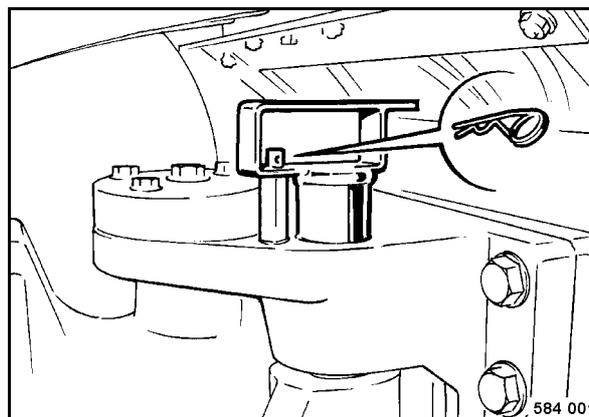

Рис. 118
- Вытянуть штекер с пружиной (Рис. 118).